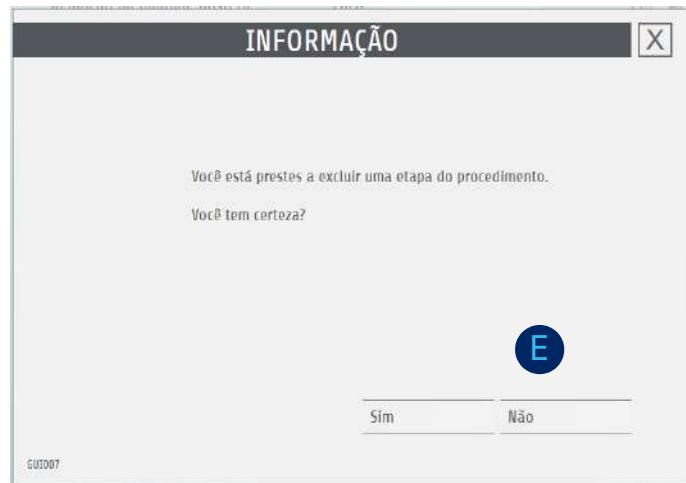

Fig. 196: Excluir uma etapa
3. EXCLUIR [D]. É exibido um pop-up (fig. 196):